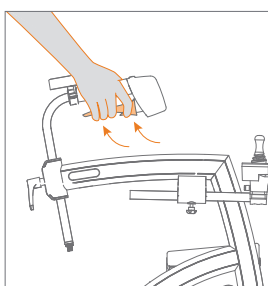

Abbildung 67: Feststellbremse aktivieren.
- c. Möchten Sie die Feststellbremse nutzen, damit der Rollator nicht wegrollt? Ziehen Sie zunächst die Bremsgriffe und gleichzeitig die Hebel der Feststellbremse. Lassen Sie dann die Bremsen los. Ihr Rollator befindet sich nun in der Parkposition (**Abbildung 67**).